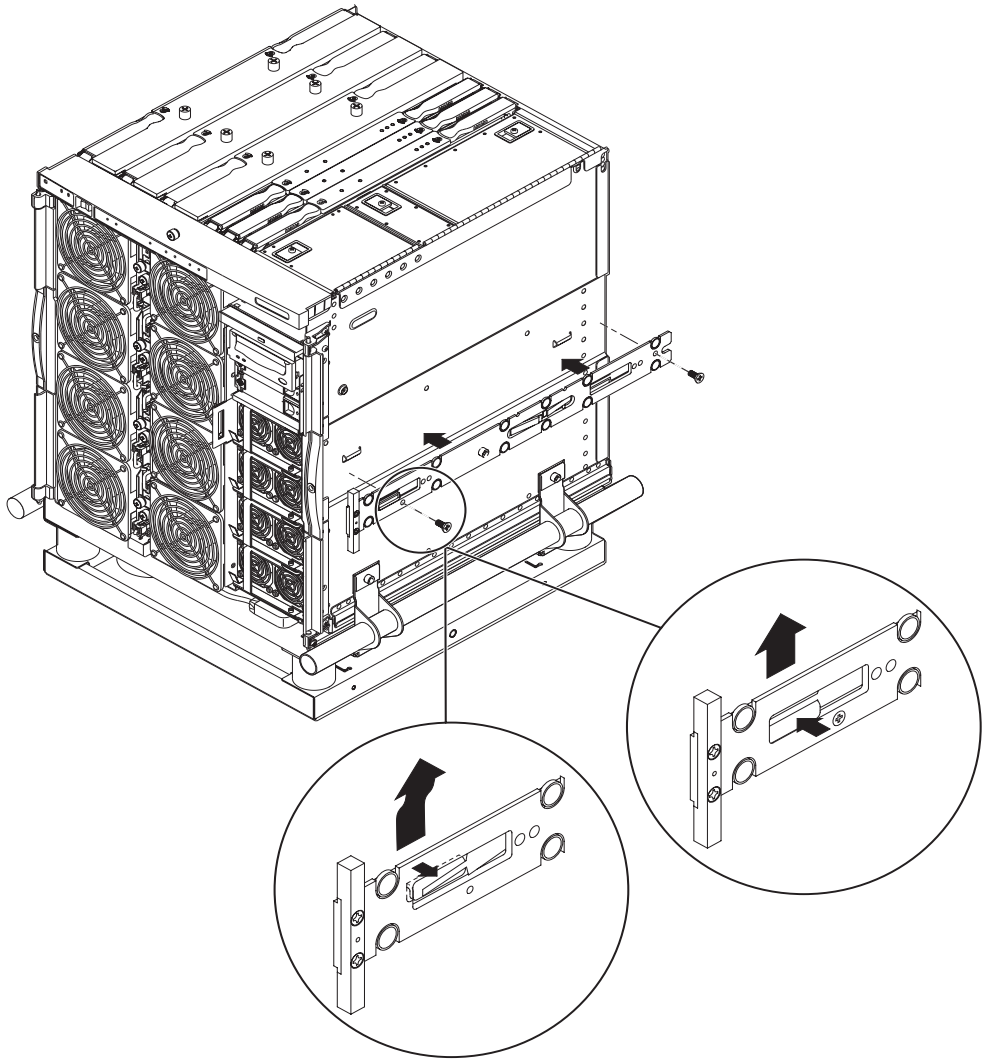

ABBILDUNG 1-2 Federhalterungen und Aussparungen
2. Drücken Sie die innere Schiene nach oben, sodass die Halterungen an der Seite des Systems in die Aussparungen an der Schiene einrasten (ABBILDUNG 1-2).